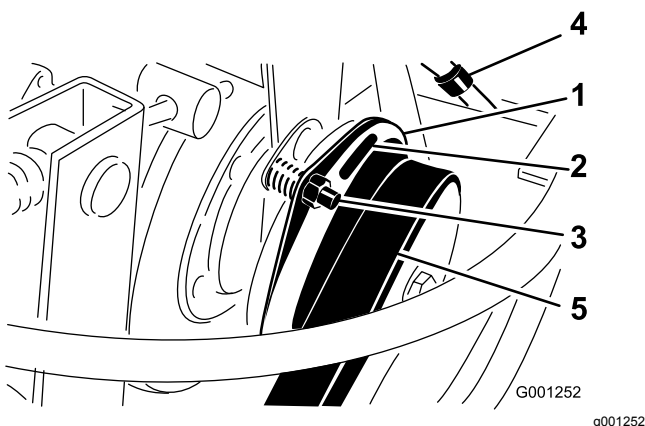

Figura 76
3. Ajuste la holgura hasta que pueda deslizarse una galga de 0,38 mm entre la guarnición del embrague y la placa de fricción con una ligera presión (Figura 76).
Nota: La holgura puede reducirse girando la tuerca de ajuste en sentido horario (Figura 76). La holgura máxima es de 0,76 mm. Ajuste la holgura en las 3 posiciones.